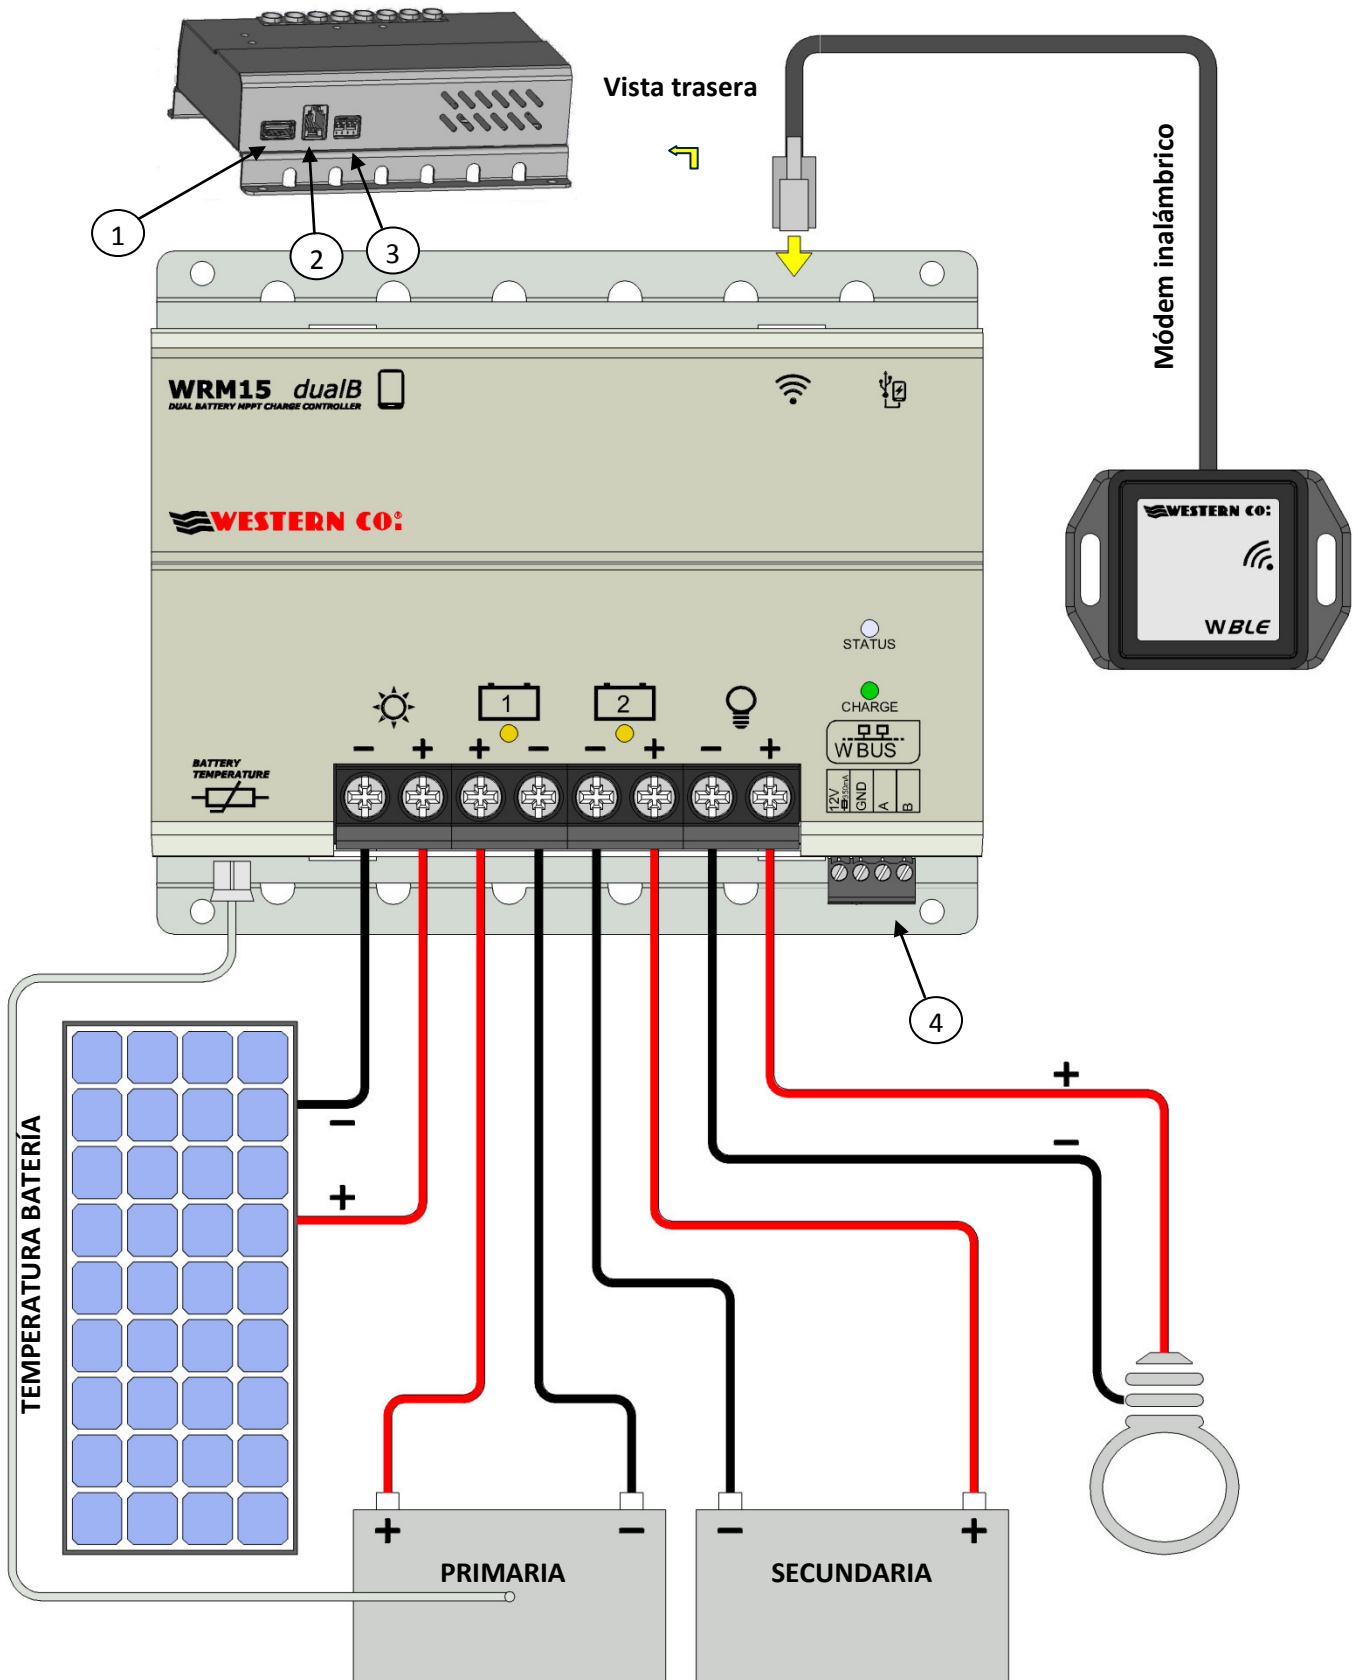

Fig. 2. Esquema de conexión
- 2) Conecte en este orden: carga, sonda para medición de la temperatura de la batería (suministrada), módulo PV y por último la batería primaria (battery 1) como en el esquema de la fig. 2. Cuando se conecta la batería el regulador se enciende y comienza a funcionar. Emplee secciones de cable apropiadas como se indica en la fig. 2. El **WRM15 dualB/dualB-E** reconoce automáticamente la tensión nominal de batería y adapta por consiguiente sus umbrales de funcionamiento.